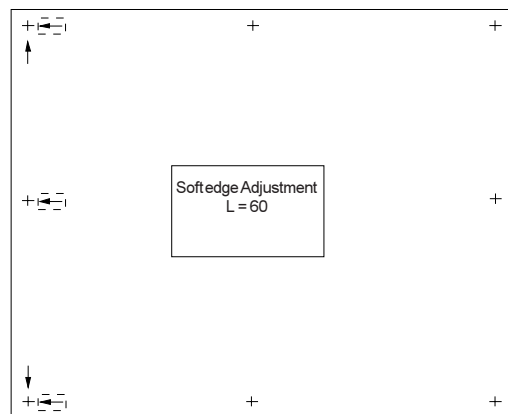

Bild 4
- 5 Bewegen Sie die Pfeile nach oben, unten, links oder rechts bis die gewünschte Ausdehnung erreicht ist (Bild 4).